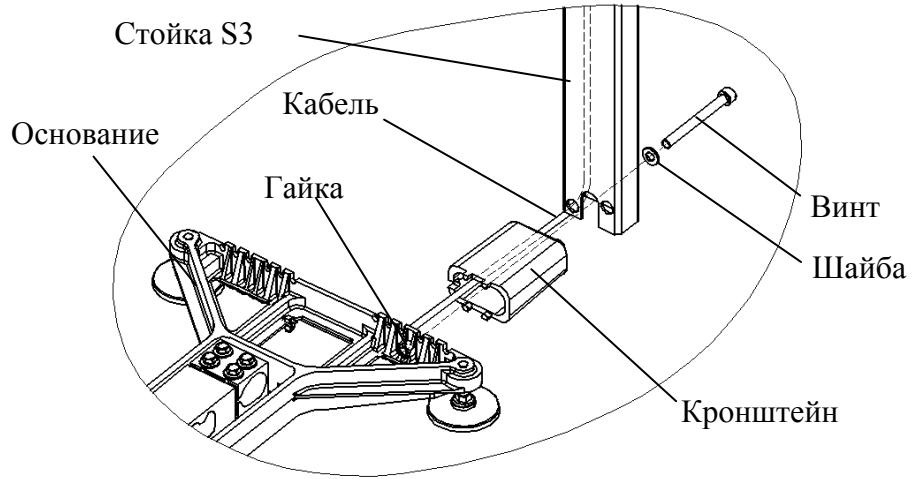

Рисунок 6.3 - Крепление прямоугольной стойки к основанию весовой платформы TB-S_A
- обязательно протянуть кабель весовой платформы через кронштейн и стойку (см. рис.6.3);